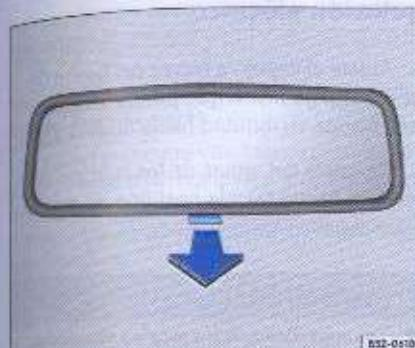

Fig. 73 Detalle de la palanca de la posición anti-deslumbrante
- Tire de la palanca → fig. 73 - flecha-, para evitar el antideslumbramiento de los faros de los vehículos que transitan atrás.